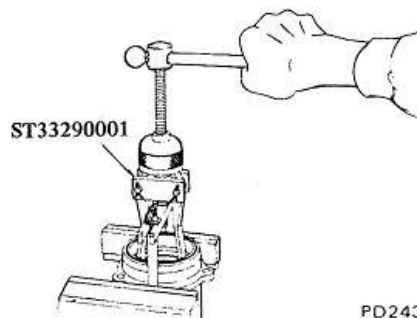

Fig. PD-12 Dépose de la piste extérieure du roulement latéral
3. Si le roulement latéral doit être remplacé, extraire la piste extérieure du roulement logée dans le plateau d'appui en utilisant l'extracteur spécial ST33290001. Voir figure PD-12.